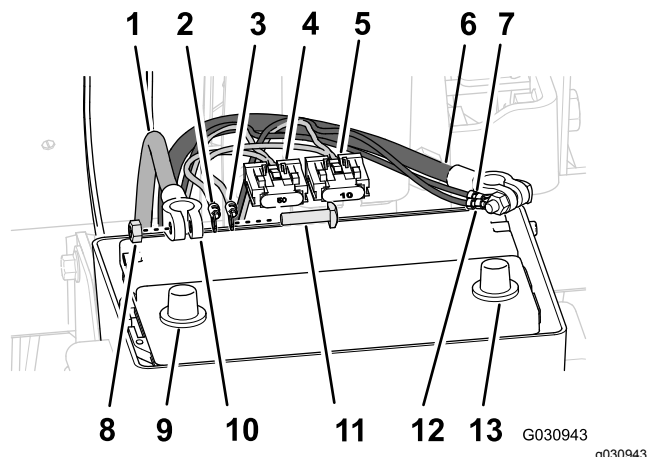

Рисунок 144
отрицательной клеммой (черный провод) и блоком предохранителей на 50 А между коробкой аккумуляторной батареи и шасси машины (Рисунок 144).
3. Снимите Т-образные болты и шестигранные гайки с клемм положительного и отрицательного кабелей аккумулятора (Рисунок 144).
заднего жгута проводов, положительную клемму жгута электропроводов для навигации и клемму положительного кабеля аккумулятора (Рисунок 144).
5. Закрепите, не затягивая, клеммы и Т-образный болт шестигранной гайкой (Рисунок 144).
6. Проденьте Т-образный болт сквозь отрицательную клемму (черный провод) заднего жгута проводов, отрицательную клемму жгута электропроводов для навигации и клемму отрицательного кабеля аккумулятора (Рисунок 144).
7. Закрепите, не затягивая, клеммы и Т-образный болт шестигранной гайкой (Рисунок 144).